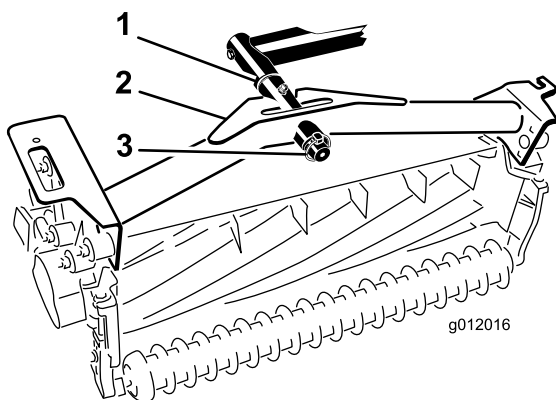

図 20
2. ピボットロッドに、カッティングユニットのキャリアフレームを取り付け、リンチピンで固定する (図 20)。